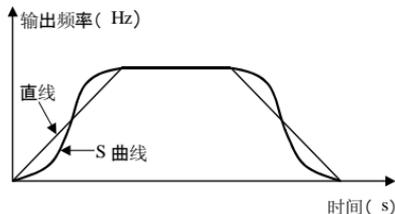

图 8-9 变频器的加、减速曲线
- 1: S 曲线。S 曲线加、减速方式主要是为在加、减速时需要减缓噪声与振动、减小起停冲击的负载而提供的。如图 8-9 所示。